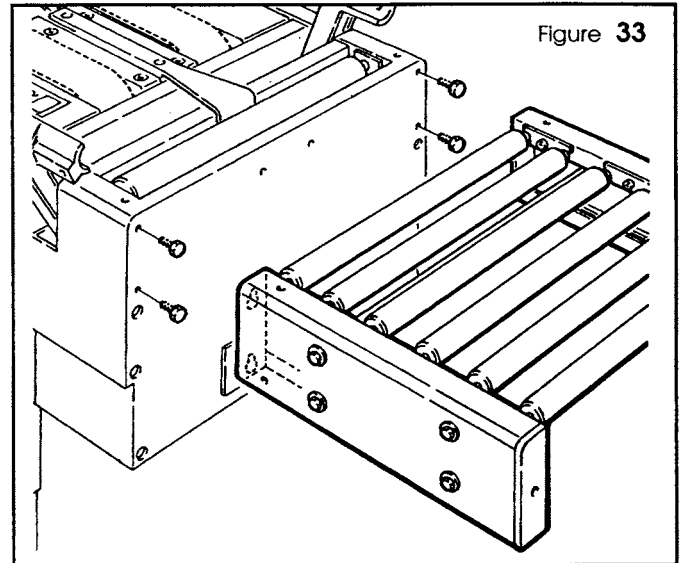

Figure 33
3. Voor het inelkaarzetten van de toevoerrollenband figure 33 raadplegen; zoek eerst de vier schroefgaten op het toevoereind van het freem van de dozensluiter.